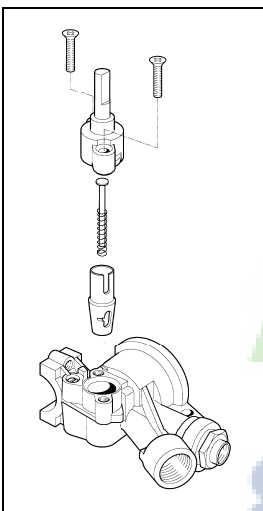

Fig.13
1. Démontez le corps de la valve en desserrant les deux vis positionnées sur le corps de celle-ci. (Voir la Fig. 13).